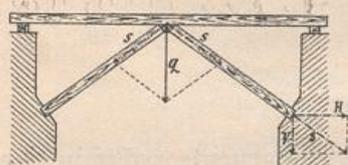

Fig. 23.
3. Wie groß ist der Strebendruck  $s$  in den Streben eines einfachen Sprengwerks (Fig. 23), wenn in der Mitte des Hauptbalkens der Druck  $q = 4200 \text{ kg}$  vertikal abwärts wirkt und die beiden Streben unter dem Winkel  $w = 40^\circ$  gegen den Horizont geneigt sind?